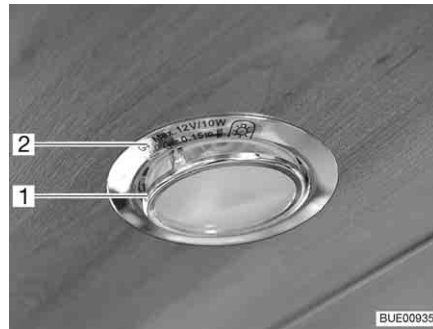

Fig. 270 Lâmpada de halogéneo encastrada (achatada)
A lâmpada de halogéneo encastrada (Fig. 270,2) é montada embutida na tampa.
- Levante para fora da carcaça o anel interior de cobertura com o vidro (Fig. 270,1) com uma ferramenta adequada (por ex., uma chave de parafusos).